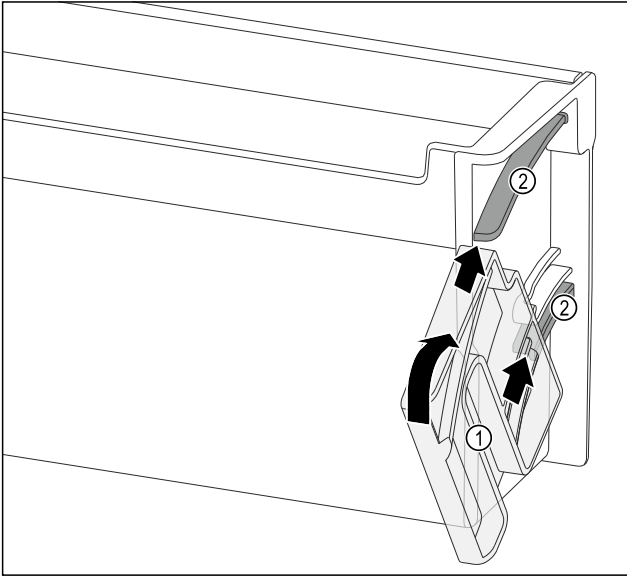

Fig. 96
- Çevirme ünitesini Fig. 96 (1), çıkıntılar tam kapı rafının kılavuz kanallarının Fig. 96 (2) karşısına gelecek şekilde yerleştirin.
- Çevirme ünitesini Fig. 96 (1) belirtilen yönde çevirin.